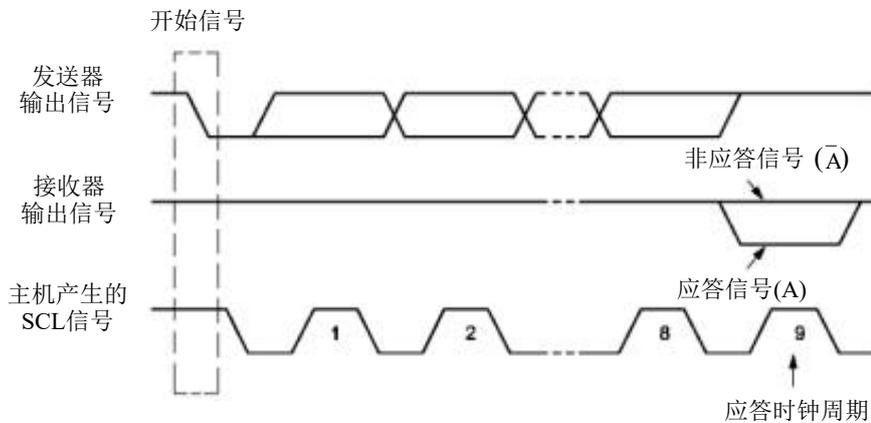

Figure 13-5 IIC 总线的应答信号
在首次发送停止信号之前，主机通过发送重新开始信号，可以转换与当前从机的通信模式，或是切换到与另一个从机通信。如 Figure13-5 所示，当 SCL 为高电平时，SDA 由高电平向低电平跳变，产生重新开始信号，它的本质就是一个开始信号。
应答信号 (A)：接收数据的 IIC 在接收到 8 位数据后，向发送数据的 IC 发出的特定的低电平脉冲。每一个数据字节后面都要跟一位应答信号，表示已收到数据。应答信号在第 9 个时钟周期出现，这时发送器必须在这一时钟位上释放数据线，由接收设备拉低 SDA 电平来产生应答信号，由接收设备保持 SDA 的高电平来产生非应答信号 (A)，如 Figure13-5 所示。所以，一个完整的字节数据传输需要 9 个时钟脉冲。如果从机作为接收方向主机发送非应答信号，这样，主机方就认为此次数据传输失败；如果是主机作为接收方，在从机发送器发送完一个字节数据后，发送了非应答信号，从机就认为数据传输结束，并释放 SDA 线。不论是以上哪种情况都会终止数据传输，这时，主机或是产生停止信号释放总线，或是产生重新开始信号，开始一次新的通信。开始信号、重新开始信号和停止信号都是由主控制器产生，应答信号由接收器产生，总线上带有 IIC 总线接口的器件很容易检测到这些信号。